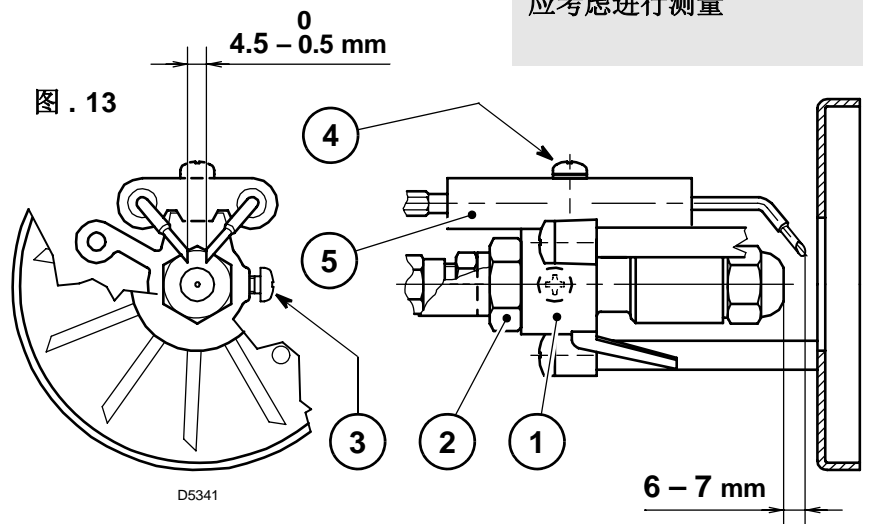

图 . 13
从电极上移去电缆 (4)，松开固定螺钉 (3，图 . 13, P. 7) 后从喷嘴座 (1) 上移走旋流盘组件 (8)。
### 4.4 电极的调整 (参见图 . 13)
如需要更换喷嘴 (图 . 12, P. 6) 和检查电极的位置 (图 . 13, P. 7).